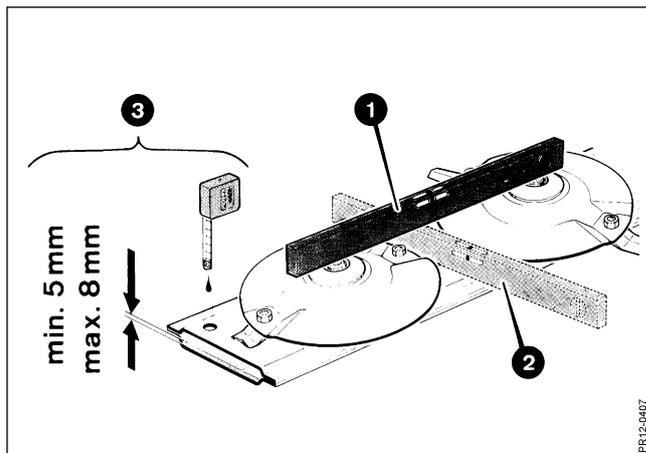

Fig. 4-3
**Fig. 4-3** Um die tägliche Ölkontrolle zu vereinfachen, empfehlen wir, irgendwo eine feste "Plattform" zu errichten, worauf man den Mähbalken stützen kann. Die Kontrolle für "**waagerechten Mähbalken**" gemäß Fig. 4-2 und 4-3 braucht dann nicht bei jeder Ölstandkontrolle wiederholt zu werden.